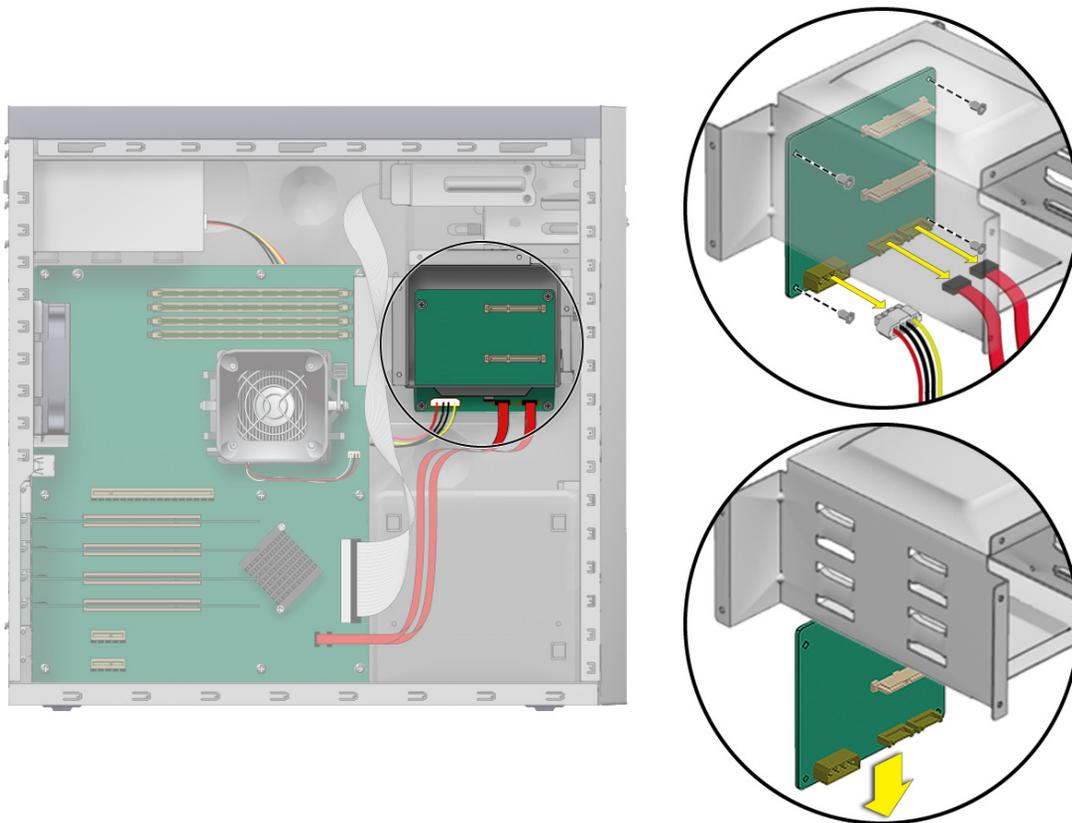

РИС. 4-8 Снятие объединительной платы SATA
4. Отсоедините кабели (см. РИС. 4-8).
5. Отсоедините объединительную плату SATA от корпуса (см. РИС. 4-8).